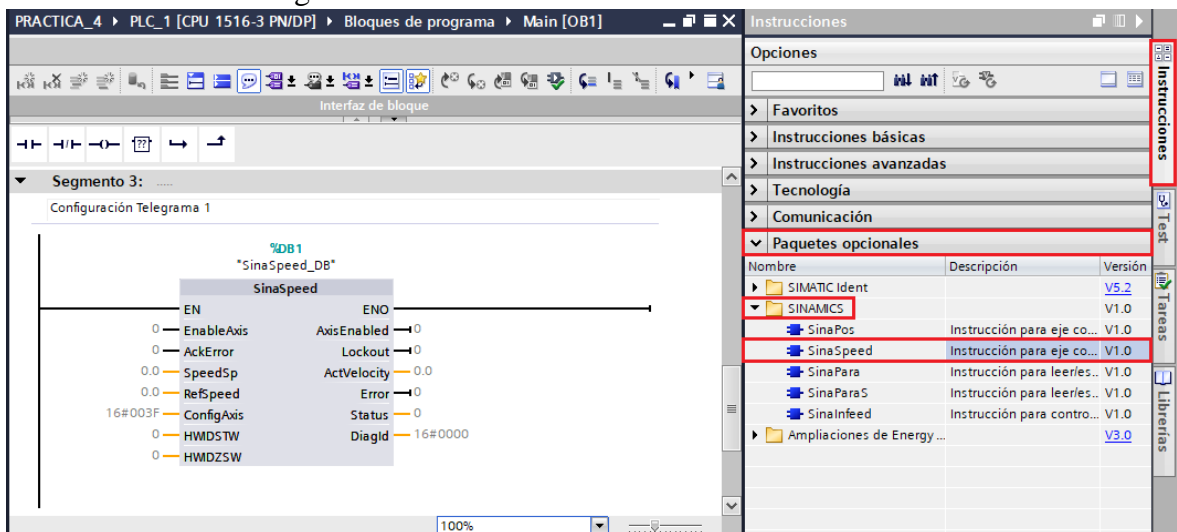

Figura 34. Agregar telegrama de comunicación.
- Luego hacer clic en “Paquetes opcionales” / “SINAMICS” / “SinaSpeed” (ver Figura 34), y arrastrar hacia el segmento 3.
- Llenar los parámetros del telegrama 1 de la siguiente manera (ver Figura 34).